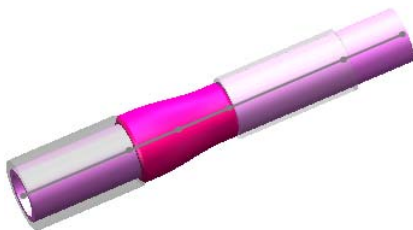

图 11.5.23 第二段覆盖层
Step6. 单击对话框中的  按钮，完成图 11.5.23 所示的第二段覆盖层的添加。